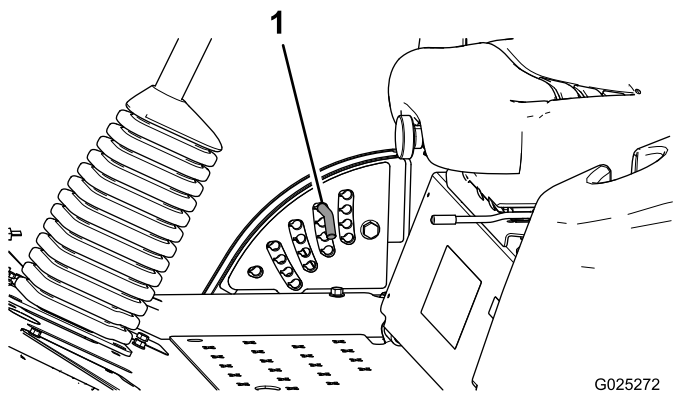

Figura 7
2. Gire el pasador hasta que el nervio quede alineado con las ranuras de los orificios del soporte de altura de corte y retire el pasador (Figura 7).
3. Seleccione un orificio del soporte de altura de corte que corresponda a la altura de corte deseada, inserte el pasador y gírelo para bloquearlo en esa posición (Figura 7).
Nota: Hay cuatro filas de orificios (Figura 7). La fila superior corresponde a la altura de corte